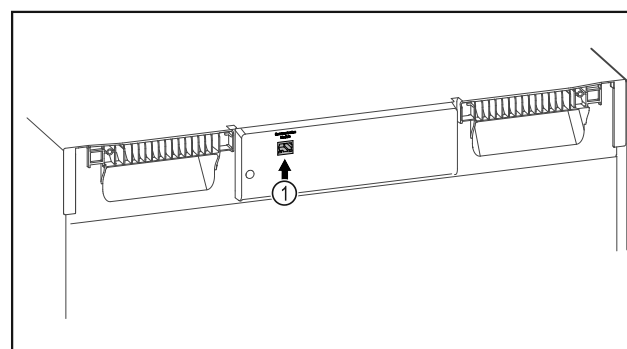

Fig. 110
- SmartModule Fig. 110 (1) ist eingesetzt.